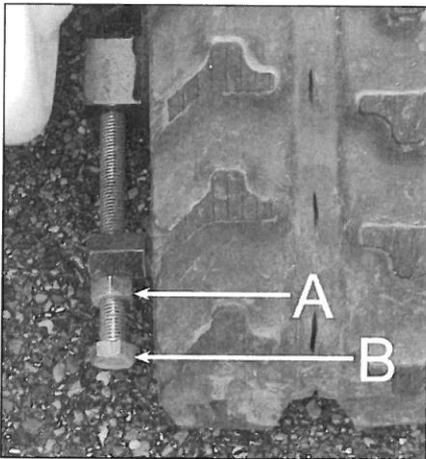

Figure 25
2. Dévissez le contre écrou (A, Figure 25).
4. Vissez la noix (A, Figure 25).